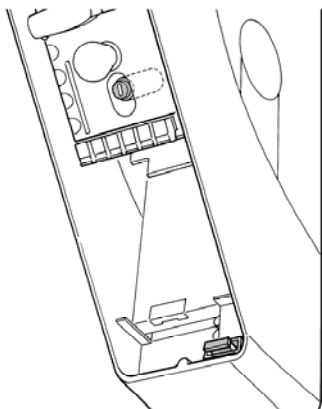

Fig. 15
- Vérifier que Soon est alimenté à la tension de secteur à 230 V. Vérifier si les fusibles F1 et F2 (Fig. 15) sont grillés ; si c'est le cas, identifier la cause de l'avarie et remplacer les fusibles par d'autres ayant les mêmes valeurs de courant et caractéristiques.